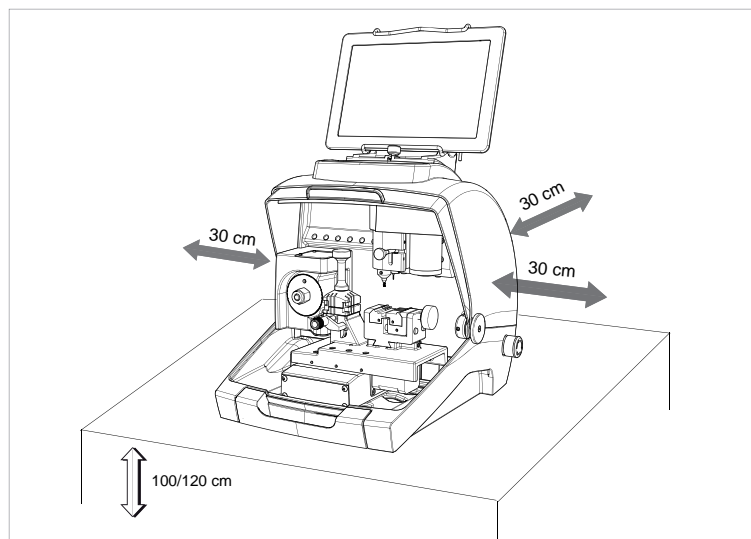

Fig. 10
- 1) Plaats de duplicieermachine op een stevig horizontaal werkvlak dat geschikt is voor het gewicht van de machine (20 Kg). De hoogte van het werkvlak moet circa 100-120 cm bedragen, voor een ergonomische toegang tot de functionele onderdelen. Laat minstens 30 cm vrij op de achterkant van de machine en aan de zijkanten, ter garantie van een goede ventilatie en manoeuvreerbaarheid (Fig. 10).